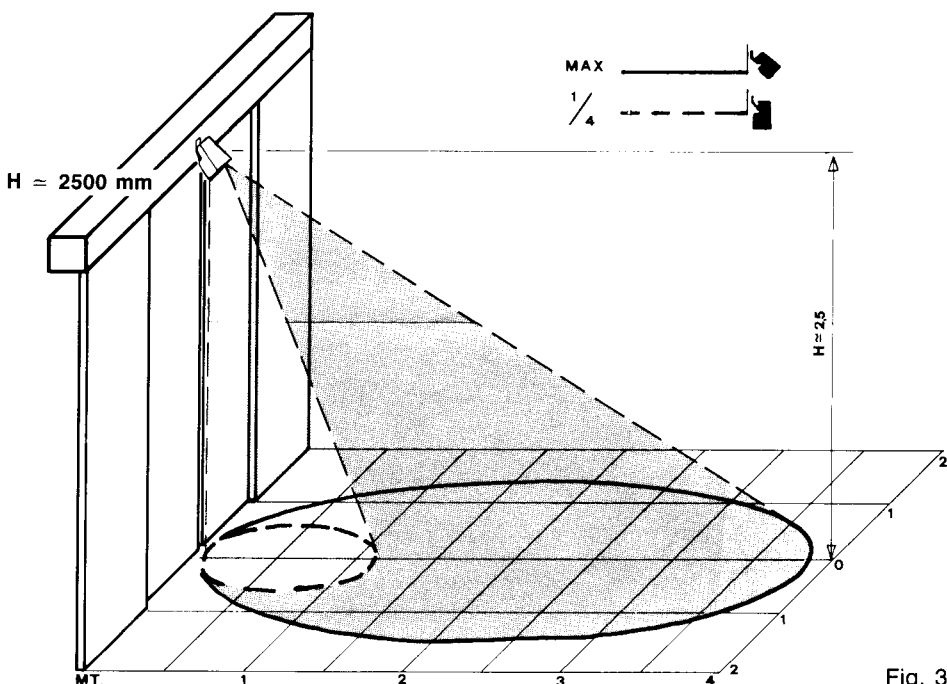

Fig. 3
Le réglage verticale et/ou celui horizontale vers le centre du champ de détection est obtenu en dévissant la vis M5 de blocage de l'équerre (D). Au moyen du trimmer de réglage (C), choisissez la portée demandée (voir fig. 3). Il est conseillé de régler cette portée du façon que le détecteur puisse avoir une capacité de détection jusqu'au sol (à une hauteur d'environ 20-30 cm du sol). De cette façon, les interférences des vibrations dans le fonctionnement du RVE sont réduites.
La orientación vertical y/o horizontal, hacia el centro de la zona que hay que controlar, se consigue aflojando el tornillo M5, que fija la brida (D). Elegir, por medio del trimmer de regulación (C), el alcance requerido (ver fig. 3). Es mejor regular el alcance de tal forma, que roce (a 20+30 cm de altura aproximadamente) con la superficie del suelo.